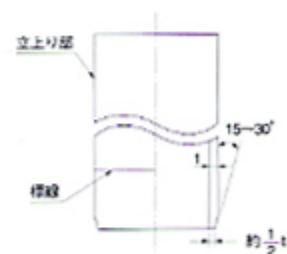

図14-2 立上り部の面取りと標線の記入
- 切断面に生じたばりや食い違いを仕上げるとともに、管外周を面取りしマジックインキなどで標線を記入します。(図14-2)